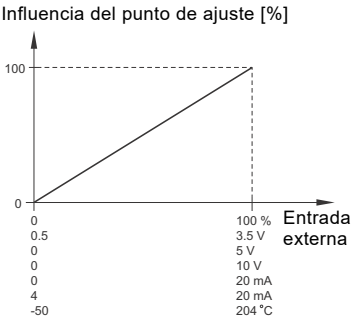

Fig. 47 Función lineal
- Función lineal. Se influye linealmente en el punto de ajuste en una medida comprendida entre el 0 % y el 100 %. Consulte la fig. 47.